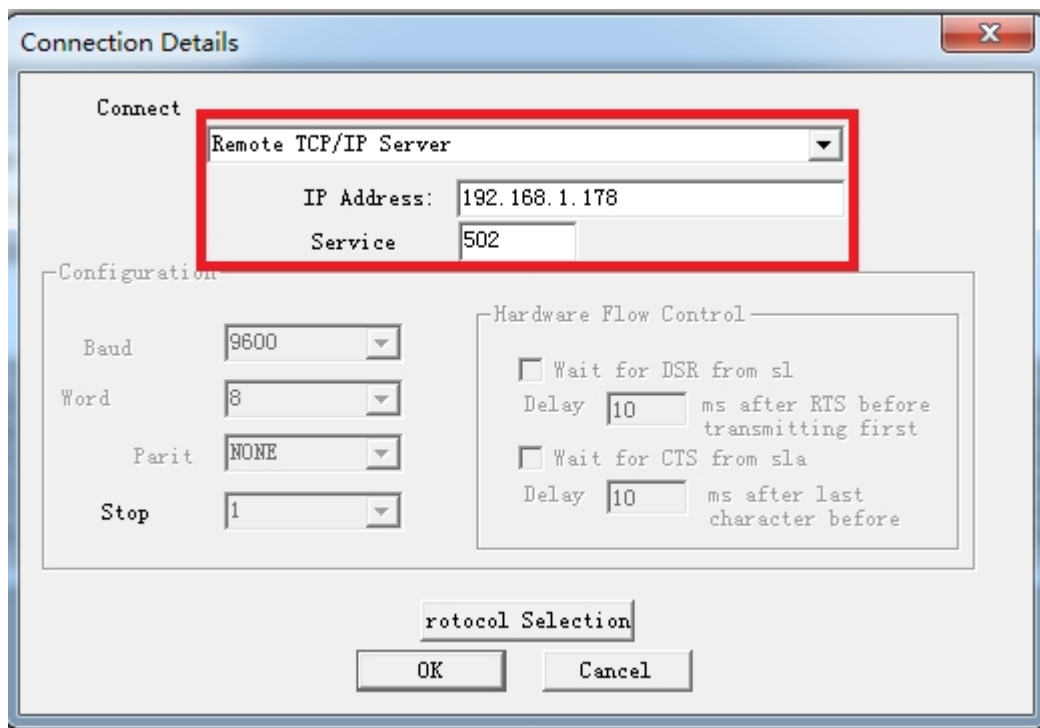

图 1
2. 选择菜单 Connection/Connect, 选择 Remote TCP/IP Server, 输入 TK 6000-CJ 的 IP 地址, Service 端口为 502; 点击[OK]按钮, 如图 1 所示。